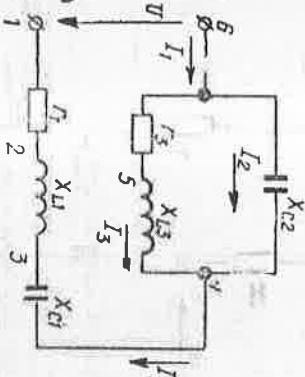

Рис. 3
**Пример.** Для электрической цепи (рис. 3) найти действующие значения токов и напряжений на всех участках, активные, реактивные и полные мощности всей цепи и отдельных участков с проверкой баланса мощностей; построить топографическую векторную диаграмму.